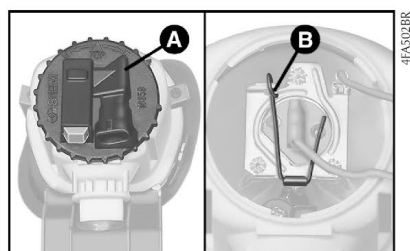

fig. 24
3) Desligar o conector elétrico e girar a tampa **A-fig. 24** no sentido anti-horário.